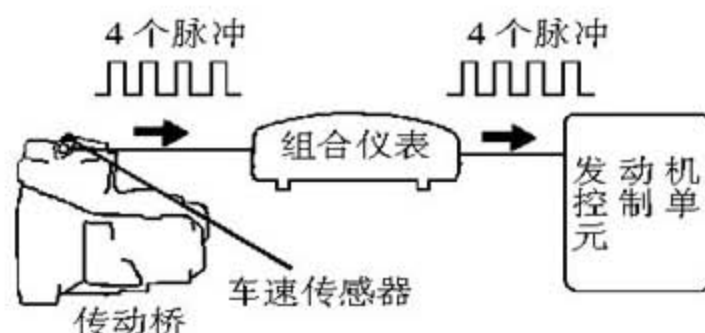

图1 车速传感器工作过程
- 1). 接车后,首先连接丰田专用检测仪调取发动机故障码,有故障码P0500,含义为车速传感器电路故障。客户反映该车曾经更换过车速传感器,但是没有排除故障。在继续下面的检修工作之前,我们应该了解威驰轿车车速传感器的工作过程(图1)。车速传感器安装在变速器上,变速器输出轴通过从动齿轮带动车速传感器的转子轴转动,转子轴转动时会产生脉冲信号,脉冲信号进入组合仪表后被换算成实际车速显示在仪表上。另外,组合仪表内的波形整形电路可以将车速传感器输入的脉冲信号变成更为精确的方波,然后将方波输出给发动机控制单元。发动机控制单元参考此信号来选择最佳的喷油量。组合仪表的方波信号还输出给防盗系统控制单元,防盗系统控制单元根据此信号在车速超过20 km/h时将4个车门上锁。